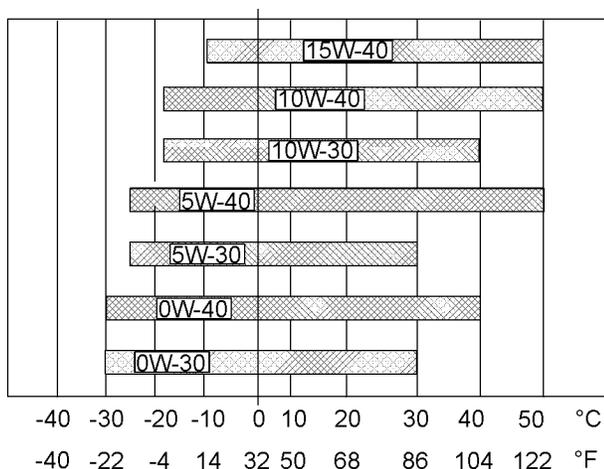

Ilustración 34
Consulte la Ilustración 34 (temperatura mínima) para determinar la viscosidad necesaria del aceite para arrancar un motor frío.
Consulte la Ilustración 34 (temperatura máxima) para seleccionar la viscosidad de aceite para la operación del motor a la temperatura ambiente más alta esperada.
- Consulte las “viscosidades de lubricante” correctas. Consulte la Ilustración 34 para encontrar el grado correcto de viscosidad de aceite para su motor.